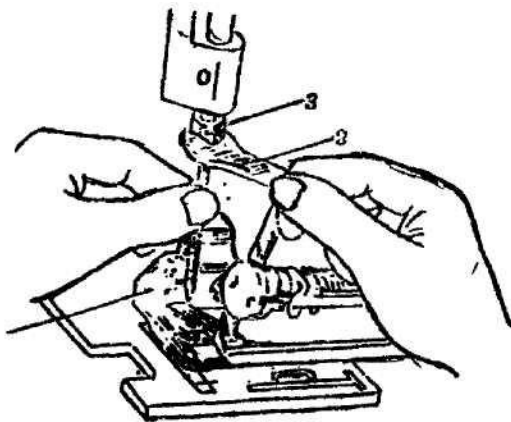

Рис.4
Поверните балансир (1) по часовой стрелке, как показано на рис Л, чтобы игольный брус оказался в высшей позиции. Ослабьте зажимной винт иглы (3), повернув его по часовой стрелке отверткой (2) (рис.4), имеющейся в комплекте машины, и поменяйте иглу (4) на подходящую.